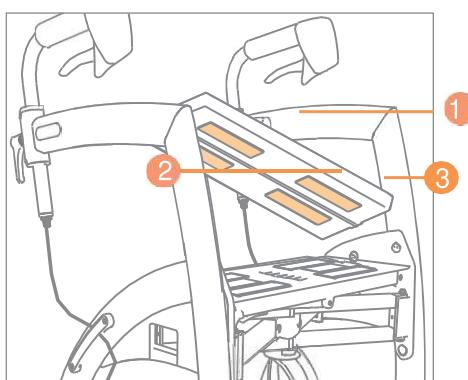

Figura 69: Retirar el cojín del asiento del andador.
- a. Retire el velcro de la funda del cojín del asiento (**figura 69**).